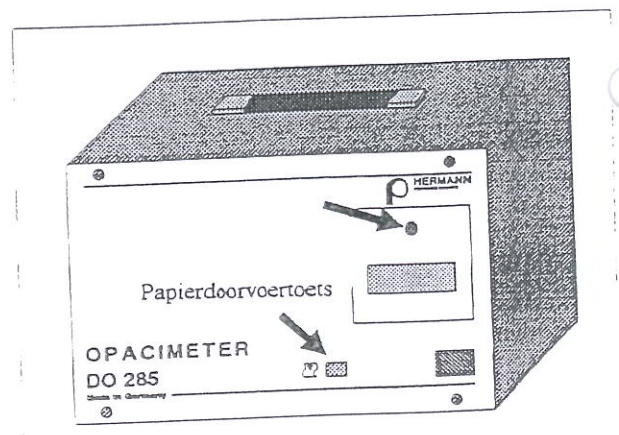

Fig. 15 Printerklepje DO 285 (+ papierdoorvoer)toets)
- Gebruik een kleine schroevendraaier om het sluitmechanisme van het printerklepje 90° naar links te draaien (Fig. 15);
- Verwijder nu de oude printerrol. Indien nodig, scheur het printerpapier af en blijf op de papierdoorvoerknop (= Paper feed) drukken (Fig. 15) totdat al het papier uit de printer is verwijderd.